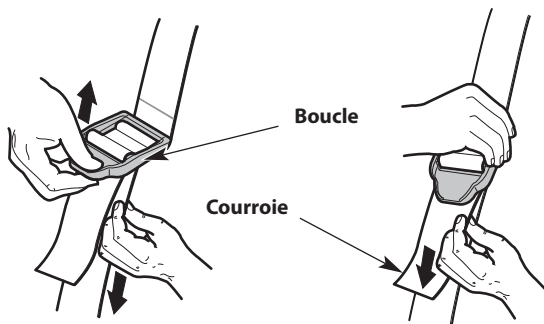

Fig. 11
4. Ajustez la bandoulière en fonction de l'opérateur (Fig. 11). Tirez la boucle vers le haut pour desserrer la bandoulière. Tirez la bandoulière vers le bas pour serrer la bandoulière.